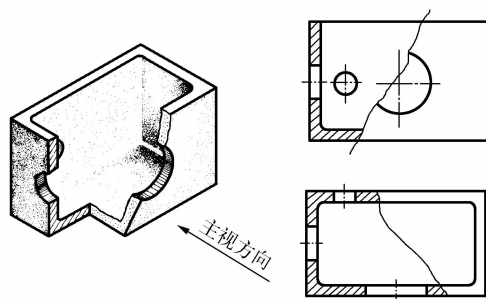

图 38
38. 根据轴测图（图 38），分析画法的错误，在图中画出正确的局部剖视图。